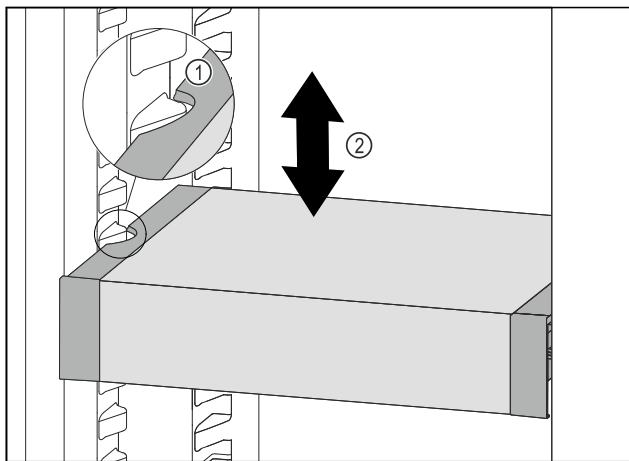

Fig. 93
- VarioSafe naar voren trekken tot de uitsparingen aan de zijkant van de VarioSafe zich ter hoogte van de rib in het koelgedeelte bevinden. Fig. 93 (1)
- VarioSafe in het koelgedeelte omhoog of omlaag bewegen tot de gewenste hoogte is bereikt. Fig. 93 (2)